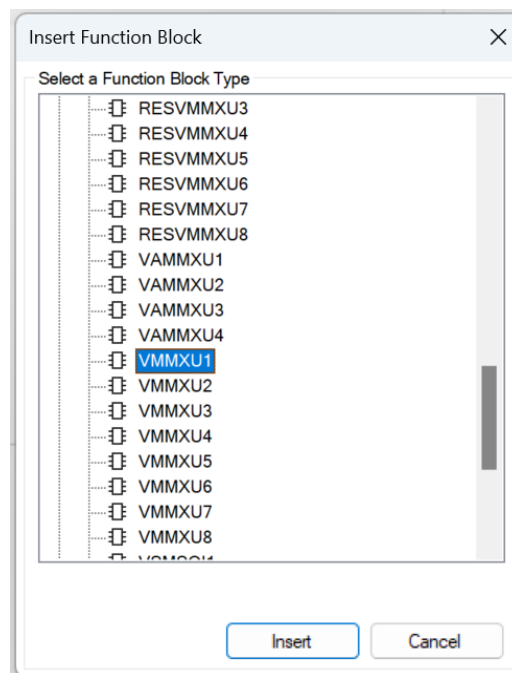

Imagen 121_Ventana de funciones en bloque_Measurement.
2.3.8 Añadiremos otro bloque más llamado “*VMMXU1*” desde “*Insert - FunctionBlock - Measurement - VMMXU1*” como se muestra en la **Imagen 121**, este bloque se encargará de medir el voltaje trifásico, teniendo límites en cuanto al voltaje que medirá para las alarmas y advertencias, además de un tiempo de retardo en el encendido o apagado.